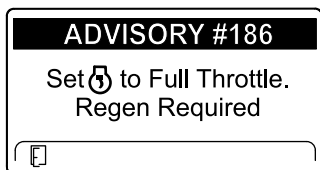

Figura 41
**Nota:** Si la temperatura de los gases de escape del motor es demasiado baja, el InfoCenter muestra el ADVISORY #186 (Aviso n.º 186) (Figura 41) para informarle de que ajuste el motor a velocidad máxima (ralentí alto).